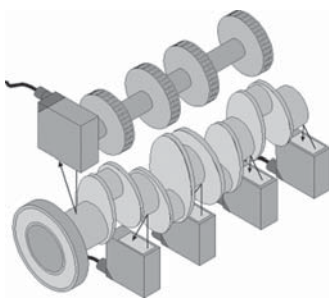

Рис. 9. Полировка распределительного вала
*Полировка распределительного вала* (см. рис. 9). Распределительный вал является одной из высокоточных деталей в двигателе автомобиля. Размеры контролируются с помощью датчика OD во время его изготовления. Мониторинг в реальном масштабе времени гарантирует полирование с высокой точностью и меньшим процентом браком.